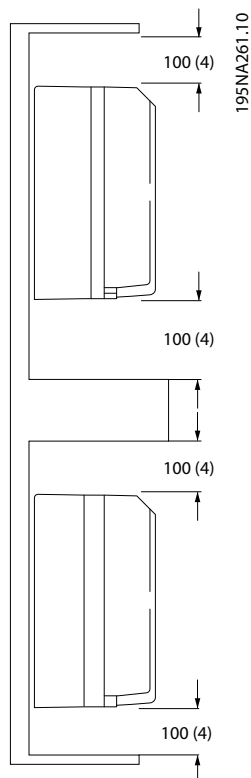

图 2.5 顶部和底部冷却间隙
- 顶部和底部须至少留出 100 mm (4 in) 的空气冷却间隙。请参阅 图 2.5。